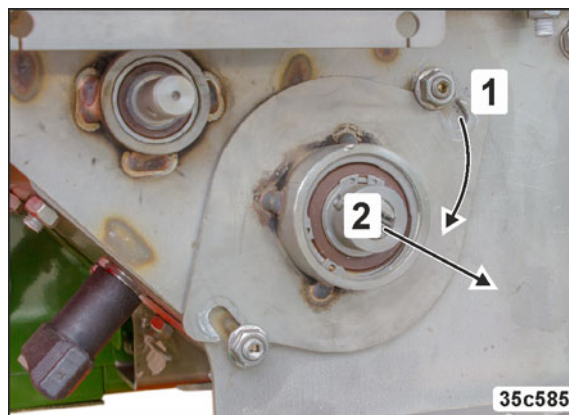

Fig. 191
4. Drej lejedækslet (Fig. 191/1), og træk det af (Fig. 191/2).